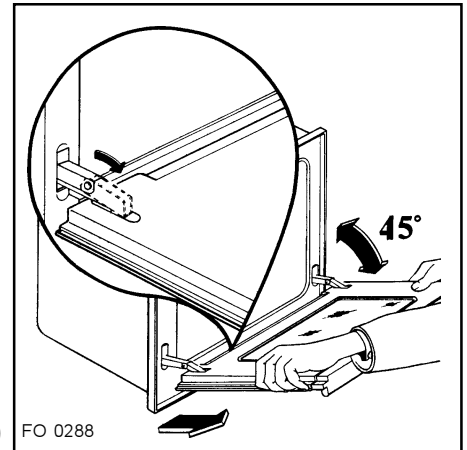

Fig. 10 FO 0288
- prenez la porte à deux mains (jamais par la poignée) et dégagez les charnières en soulevant légèrement la porte (fig. 10);